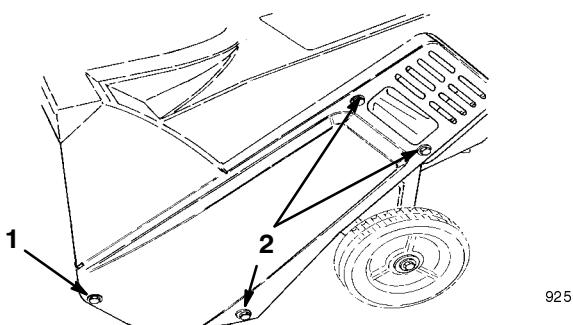

Figure 15
6. Enlevez les trois vis autotaraudeuses, une vis d'assemblage, une rondelle et un écrou qui fixent le côté gauche du carter au châssis de la déneigeuse (Fig. 15).